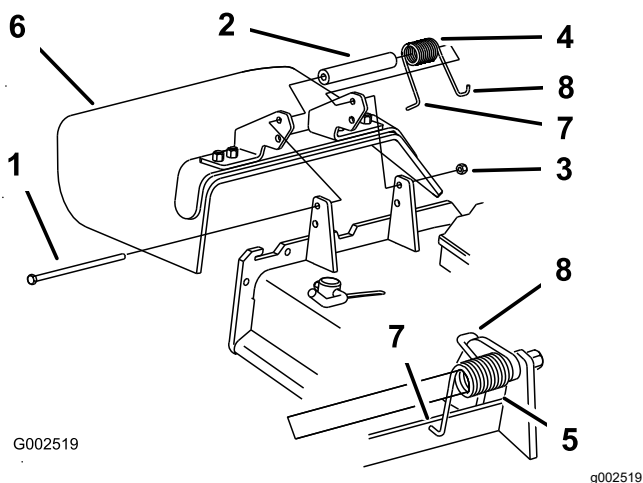

Figura 16
1. Togliete il piano inclinato di scarico laterale dal piatto di taglio (**Figura 16**).